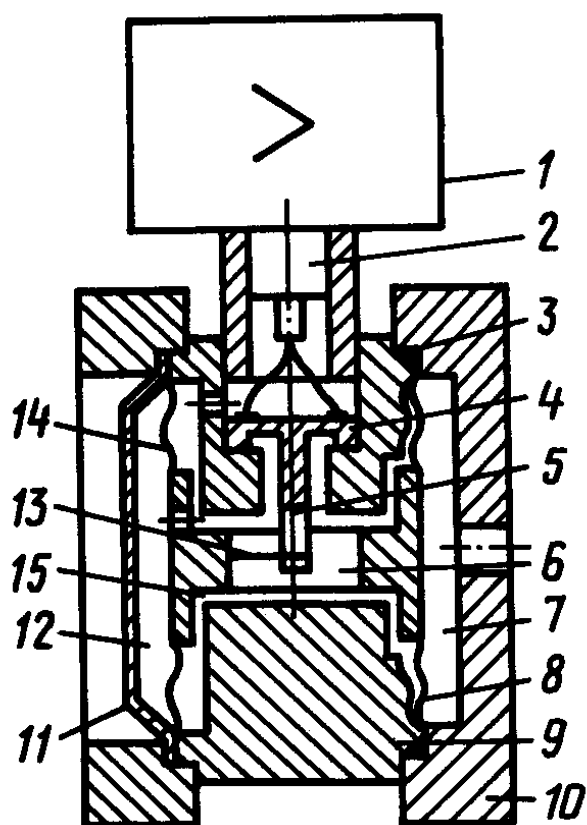

Рис. 3
6.6 Схема преобразователей Сапфир-22М моделей 2020, 2030, 2040 представлена на рис. 3.